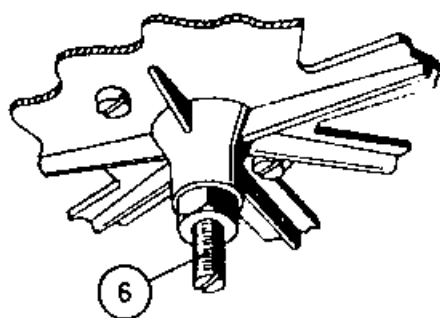

Fig. 3
S'assurer que la gorge du volant est à la même hauteur que les rainures des roues d'accouplement (89). Ce réglage s'effectue à l'aide de la vis Pos. 6 (fig. 3).